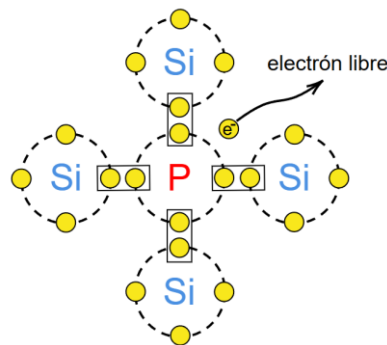

Fig. 4. Enlaces covalentes del Silicio dopado con una impureza donadora.
En el caso del Silicio (Si) dopado, se utiliza Fósforo (P), Arsénico (As) o Antimonio (Ab), elementos con cinco electrones de valencia. Al formar enlaces covalentes con el silicio, cuatro de estos electrones se enlazan con átomos vecinos, mientras que el quinto queda débilmente ligado, actuando como donante o impureza donadora. Este electrón extra se convierte en el portador mayoritario sin generar huecos al liberarse como se muestra en **Fig. 4**.